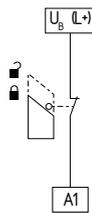

Fig. 6
**Circuito de monitorização de porta de proteção de canal único com dispositivos de encravamento conforme EN ISO 14119 (ver Fig. 6)**